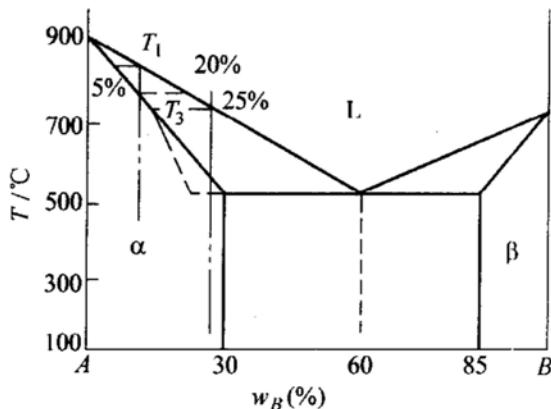

图 6-7 第八题第 1 小题解答图
1. 假设液相线和固相线均为直线，从图 6-7 可知 $K_0 = C_s/C_L = 1/2$ 。含 10% B 的液相初始结晶时晶体中应含 $(10\%)/2 = 5\% B$ 。在稳态结晶时结晶前沿成
分为合金成分的固相平衡，所以液相成分为含 $(10\%) \times 2 = 20\% B$ 。从图 6-7 得知，对应 60% 液相线上温度下降 400℃。所以， B 每上升 10%，温度下降 66.6℃，即 $m = \frac{400}{60}$ 。